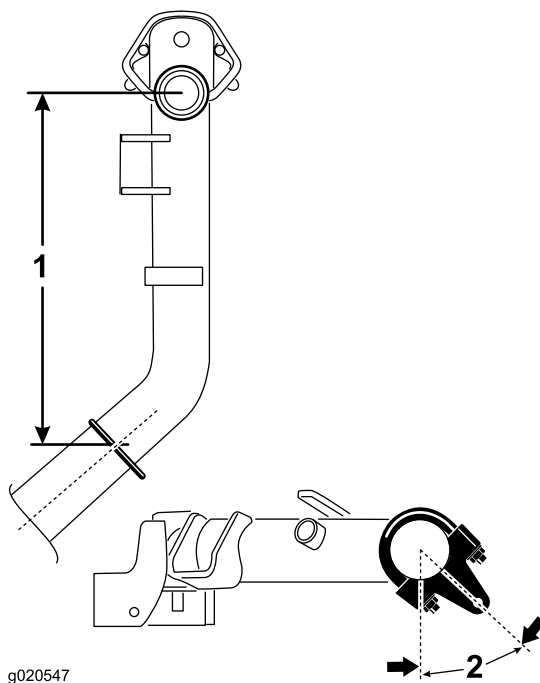

図 6
- 昇降アーム2番、3番で、ブラケットとUボルトを、ピボットナックルのセンターラインから後ろに 38.1cm さがった位置にセットする 図 6。